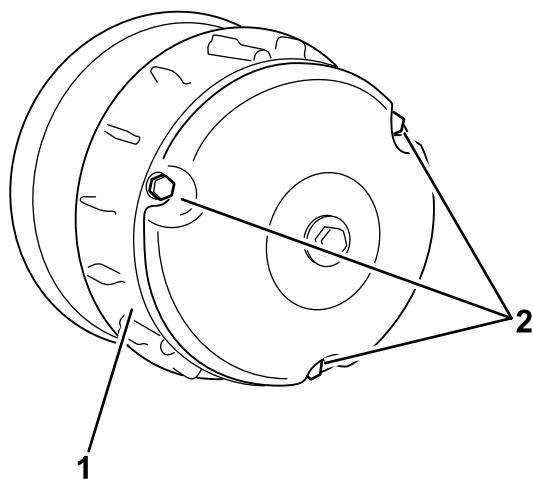

Figure 59
- Retirez les 3 boulons qui fixent le couvercle de l'embrayage et déposez le couvercle (Figure 59).
4. Posez le couvercle d'embrayage et fixez-le avec les 3 boulons (Figure 59) que vous avez retirés à l'opération 2.